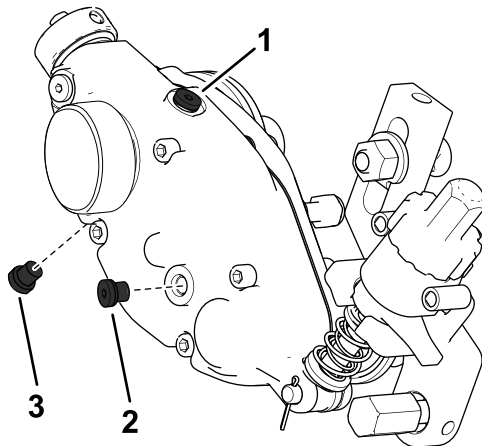

Bild 22
2. Entfernen Sie die Ablassschraube unten am Gehäuse (Bild 22).
3. Entfernen Sie die Füllschraube auf der Gehäuseseite und lösen Sie den Entlüftungstopfen auf der Oberseite, sodass Luft durchströmen kann (Bild 22).
7. Setzen Sie die Ablassschraube ein (Bild 22).